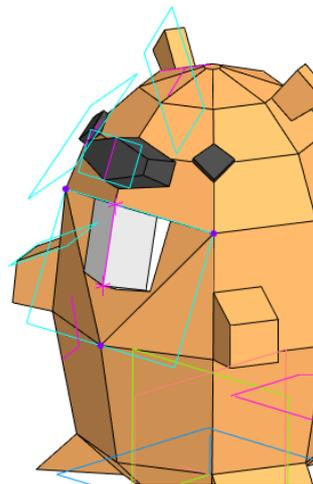

Рис. 3. Пример расположения
- ✓ очертания изделия и выпуклые элементы можно строить приблизительно, по фантазии, при построении рекомендуется пользоваться вспомогательными плоскостями (пример их расположения представлен на Рис. 3);